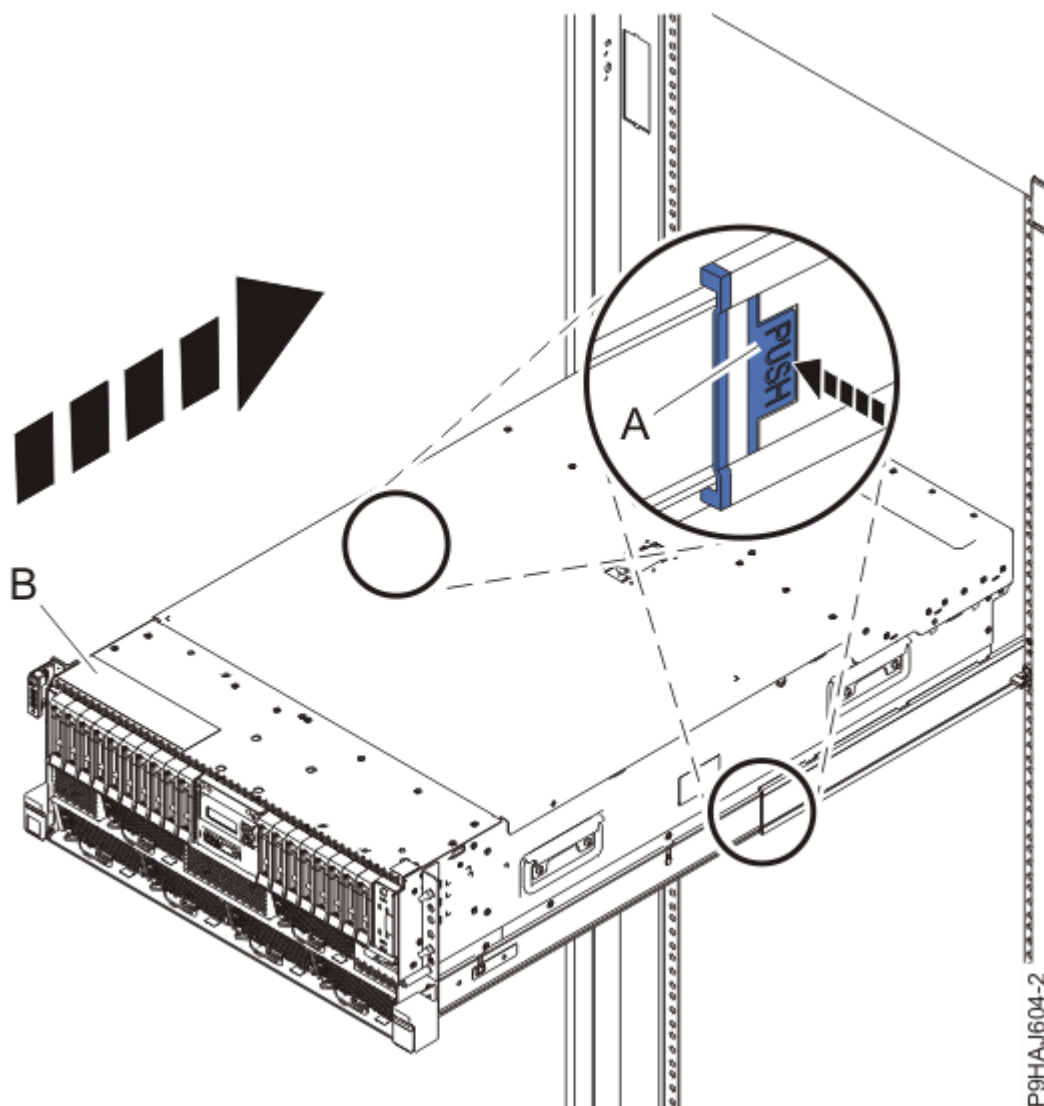

Figura 34. Col·locació del sistema en posició operativa
3. Per un sistema muntat en bastidor, desbloquegeu els pestells de seguretat de les guies de color blau **(A)**, tal com es mostra a la Figura 34 a la pàgina 36, fent-hi pressió cap endins.